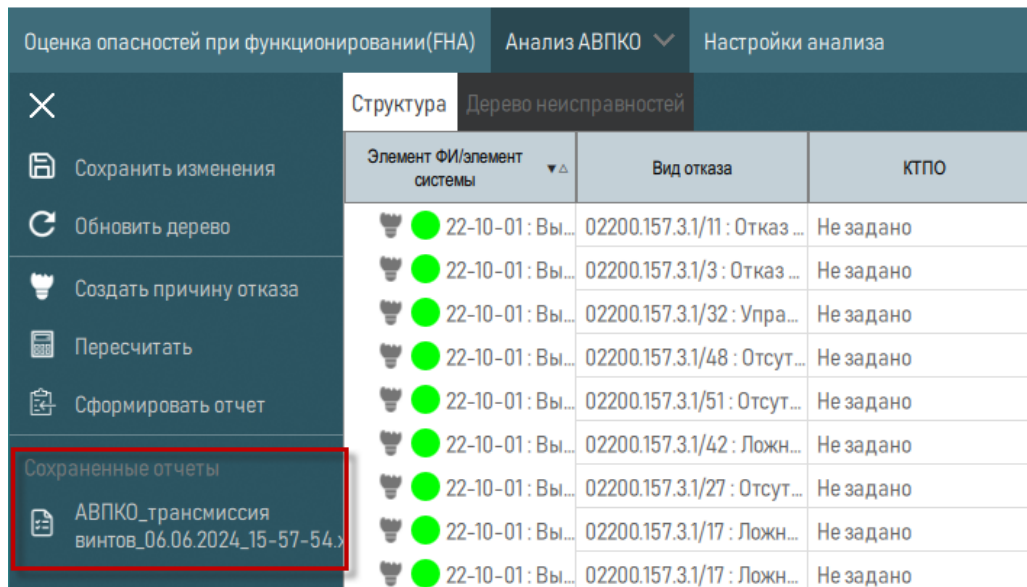

Рисунок 270 – Сохраненные отчеты АВПКО
3) Сформированный отчет отобразится в секции «Сохраненные отчеты» (рисунок 270).